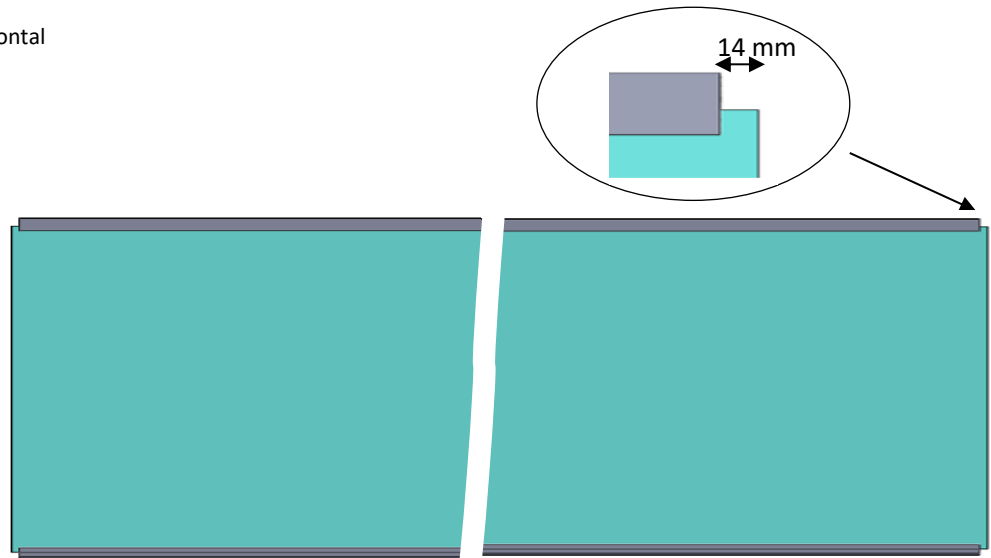

Figura 46
- Realizar el pegado a tope contra el cristal y dejar una separación de 14 mm en los extremos del cristal (figura 46).